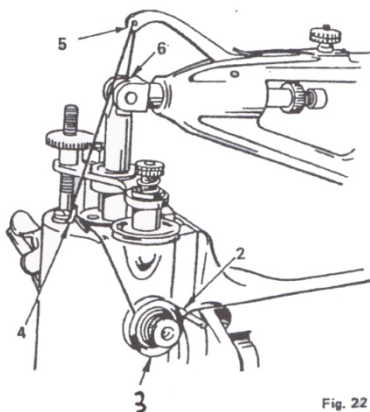

Fig. 22
3. Passe a linha sobre o pino 2 perto dos discos tensores na frente do braço e da direita para a esquerda por baixo e entre os discos tensores 3. Fig.22.